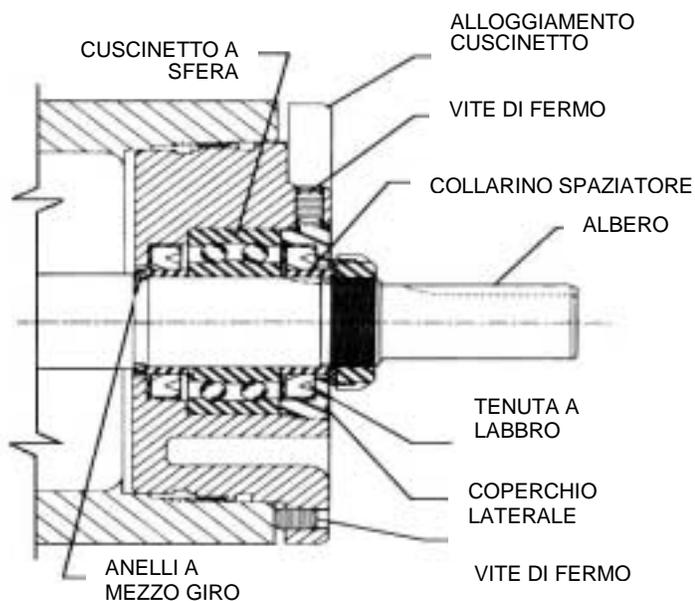

FIGURA 5
- Allentare le due viti di fermo sulla faccia dell'alloggiamento del cuscinetto e rimuovere il blocco del cuscinetto dal supporto. **Fare riferimento alla Figura 5 o 6.**
7. POMPE "LS" : Riempire il cuscinetto a sfera di grasso e spingere o pressare il cuscinetto nell'alloggiamento. Fare riferimento alla Figura 5.